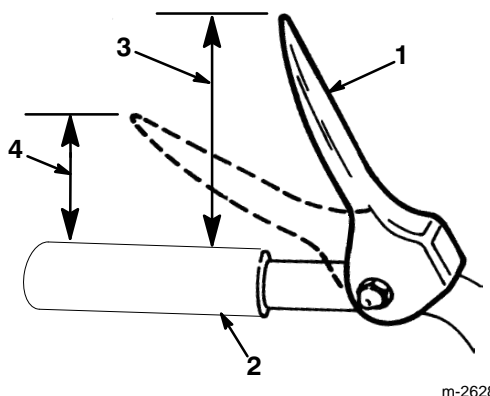

Abbildung 11
- Den Abstand zwischen der Oberkante des Handgriffs und der Unterkante des Betätigungshebels für Spindel-/Gebläseantrieb überprüfen. Der Abstand sollte circa 10,2 cm (4") betragen (Abb. 11).